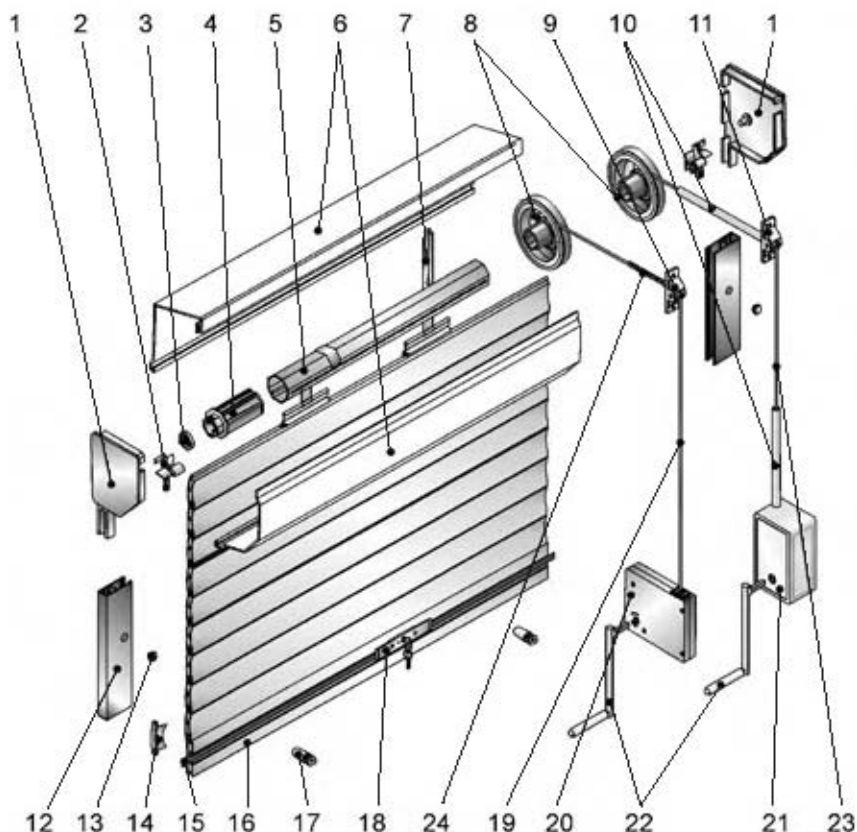

Рис. 4 Комплектация роллёт со шнуровым или кордовым приводом
1.3.7 Устройство и порядок работы роллеты, оснащенной шнуровым или кордовым приводами (см. рис.4):